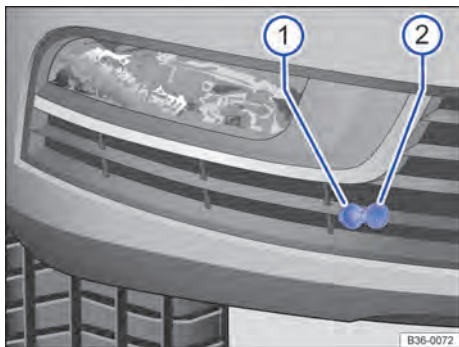

Fig. 161 No para-choque dianteiro: entrada de conexão ② para o pré-aquecimento do motor.
- Abrir tampa de cobertura ⇒ Fig. 161 ①.
- Conectar o cabo de conexão na entrada ②.
- Antes da partida do motor, retirar sempre o cabo de conexão e a tampa de cobertura ①.